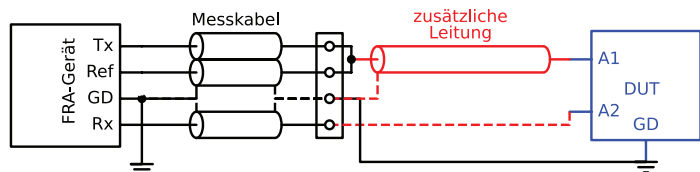

Bild 2: Erweiterter FRA Messaufbau
Tabelle 1: verwendete zusätzliche Leitungen nach Bild 2
- Eine Erweiterung des Messaufbaus für die FRA nach Bild 2 scheint möglich.